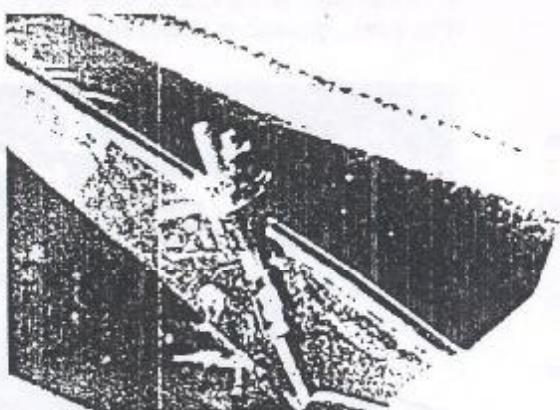

Figura 0.05.13 - Porcas de ajuste do freio de estacionamento
- Remover a capa e regular a alavanca, através das porcas (Figura 0.05.13). Com a alavanca posicionada no 1º dente as rodas deverão girar com um pequeno arrasto.